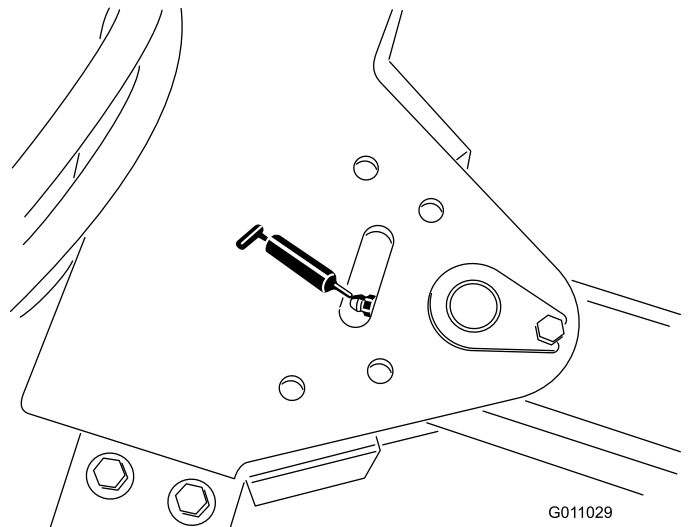

Bild 36
- Anbauvorrichtungsgelenk (1) (Bild 36)